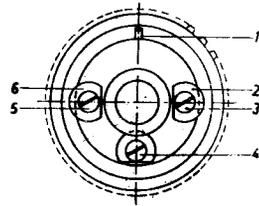

Fig. 25
- An der Rückseite der Zahntrummel (Fig. 25) die Schrauben "3" und "5" und die Unterlegscheiben "2" und "6" entfernen; niemals Schraube "4" lösen!
- Unterlegscheiben "2" und "6" in der in Fig. 25 angegebenen Stellung wieder anbringen und Schrauben "3" und "5" anziehen.